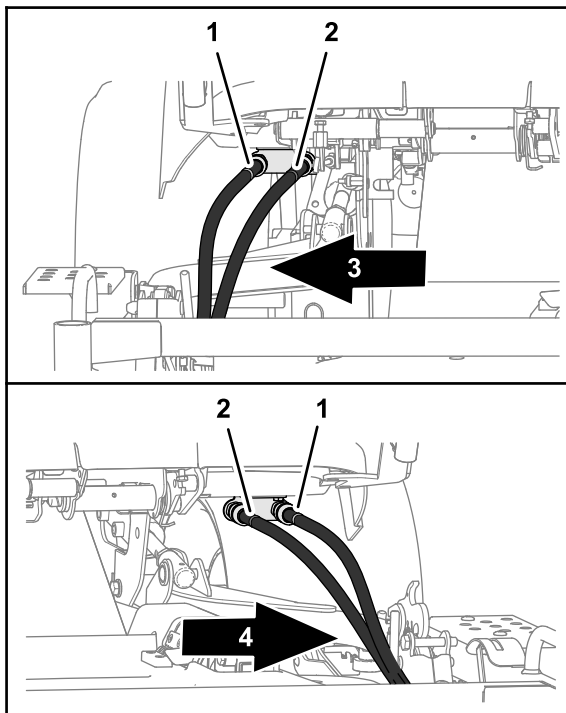

Bild 114
4. Schließen Sie die Hydraulikschläuche an jeder Seite der Zugmaschine ab (**Bild 114**).
- A. Schließen Sie den Hydraulikschlauch mit der blauen Kennzeichnung an die innere Schnelltrennkupplung (mit der blauen Kennzeichnung) an, siehe Bild 114 in Entfernen des Mähwerks \(Seite 82\).
- B. Schließen Sie den Hydraulikschlauch mit der roten Kennzeichnung an die äußere Schnelltrennkupplung (mit der roten Kennzeichnung) an, siehe Bild 114 in Entfernen des Mähwerks \(Seite 82\).